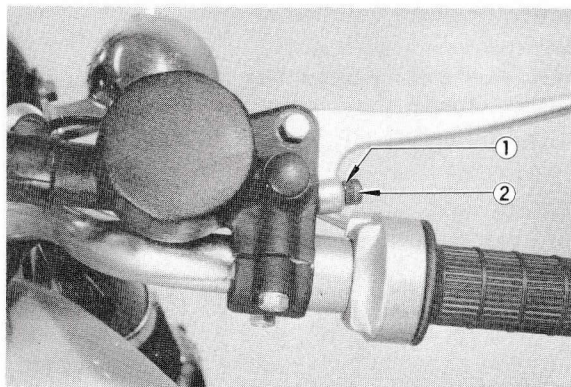

Fig. 3-3-45
g) Justera spelrummet mellan kolven och stötstängan. (Se Fig. 3-3-45)
g) Sløret mellem stemplet og stempelstangen justeres. (Fig. 3-3-45)